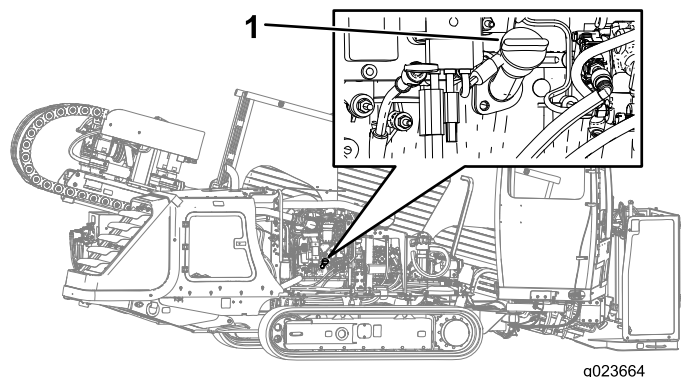

Рисунок 122
A. Снимите крышку заливной горловины (Рисунок 122) и добавьте масло, пока его уровень не достигнет отметки «Высокий». **Не допускайте переполнения.**